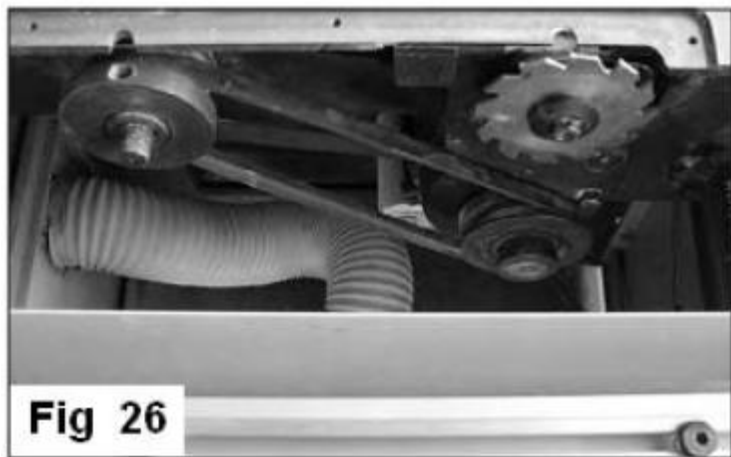

Рис.30
3. Снять ограждение дисковой пилы с расклинивающего ножа для получения доступа к креплениям **Рис.30**.